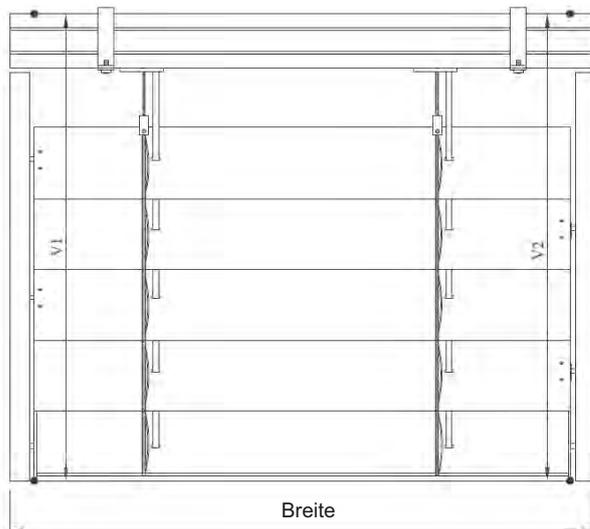

Abb. 13
6.2 Gerader Gang, siehe Abb. 13: